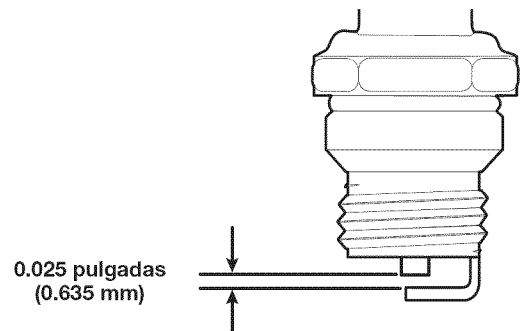

Fig. 17
5. Use un calibre de hoja para ajustar abertura de la bujía a **0.025 pulgadas (0.635 mm)** (Fig. 17).